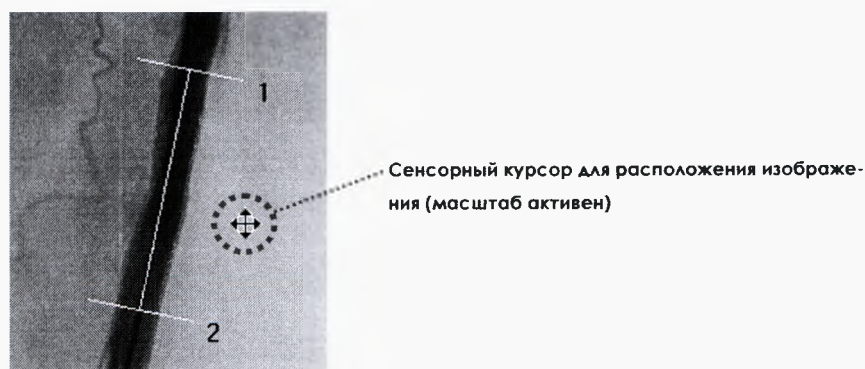

Рисунок 188
– наведите курсор сенсорной панели (см. рисунок 188) на начальную точку этой строки, а затем кликните левой кнопкой по ней и перетащите курсор на конечную точку;